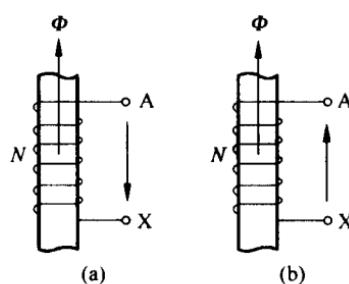

图 1.4
1.4 螺线管中磁通与电动势的正方向如图 1.4 所示,当磁通